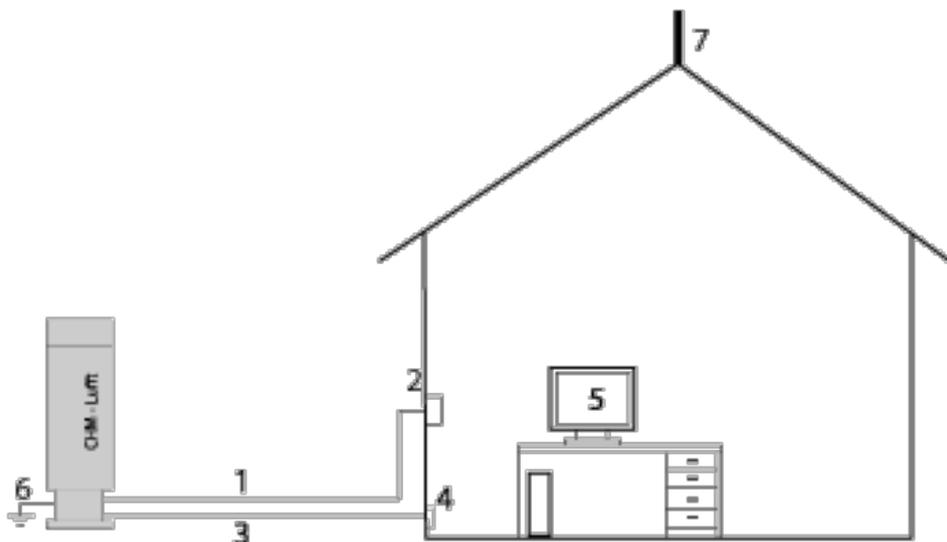

Abbildung 12 Schematische Skizze der elektrischen Installation.
Abbildung 12 zeigt eine Skizze der elektrischen Installation des CHM 15k. Die Stromversorgung (1) des Gerätes muss über eine externe Trennvorrichtung (2) erfolgen. Diese muss leicht zugänglich sein, um das Gerät vom Netz trennen zu können, falls nötig. Die Trennvorrichtung muss als zu dem Gerät zugehörig markiert sein und für ein 230VAC- Gerät ist eine Vorsicherung 10A gG träge vorzusehen. Ein Anschlusskasten sollte in einem Abstand von < 3 m installiert werden. Ein externer Blitzableiter (7) muss vorhanden sein, um das Gerät vor direkten Blitzeinschlägen zu beschützen. Die Anschlüsse sind nach den jeweiligen länderspezifischen Vorschriften auszuführen.